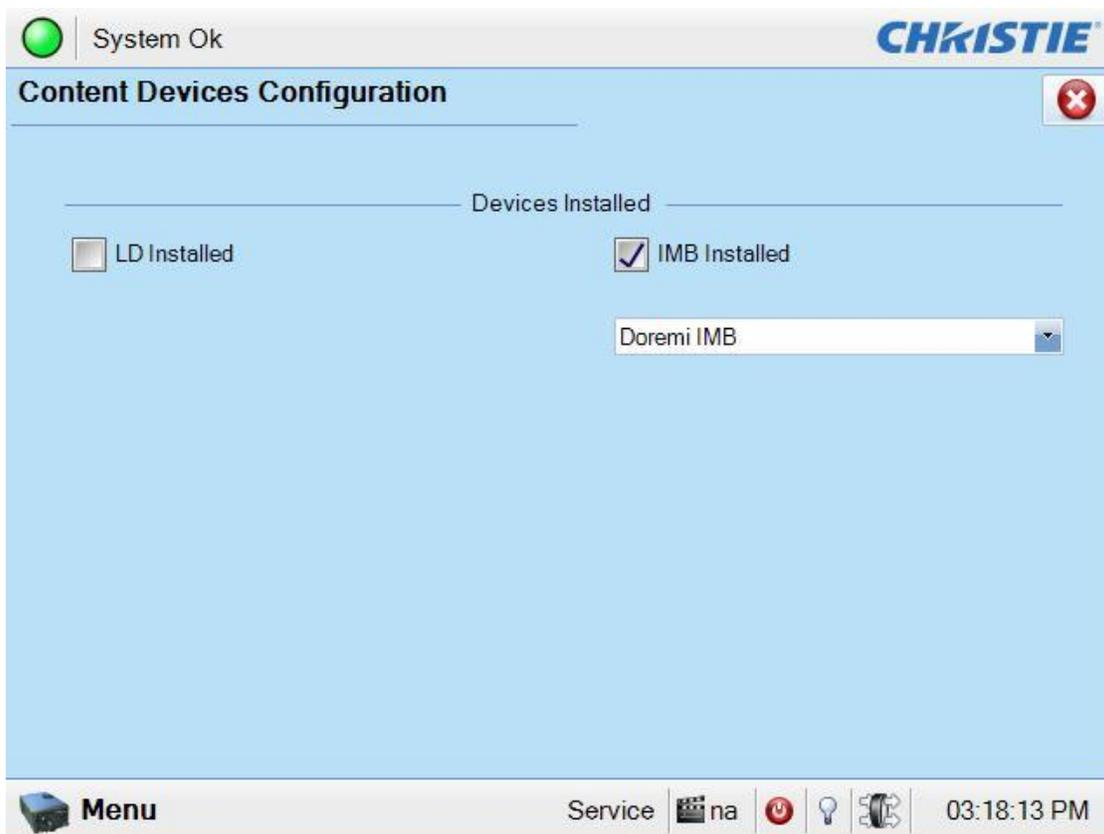

Figura 22: Janela Content Devices Configuration
- Se a caixa LD Installed estiver marcada, desmarque-a (Figura 22).
- Marque a caixa IMB Installed (Figura 22).
- Na lista suspensa, selecione Doremi IMB (Figura 22).